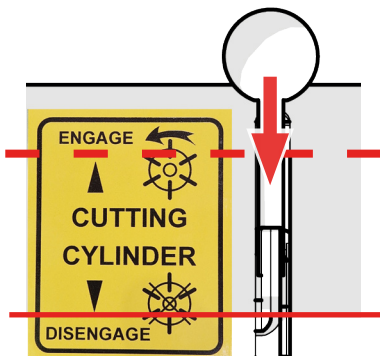

Abb. 10F – Kassettenhebel lösen.
9. Um die **Kassette anzuhalten**, den Kassettenhebel nach hinten in die „Auskopplungsposition“ ziehen. Alternativ den Sicherheitsbügel loslassen (Abb. 10F).